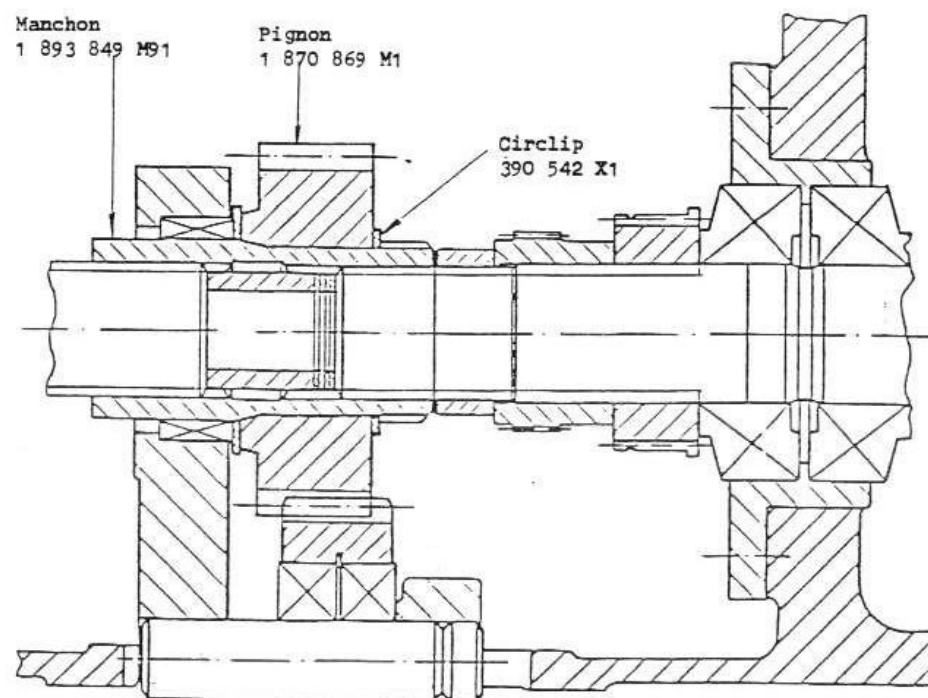

Fig.15
- Remettre en place le manchon, le pignon et le circlip comme décrit aux pages précédentes. (Voir fig. 15).